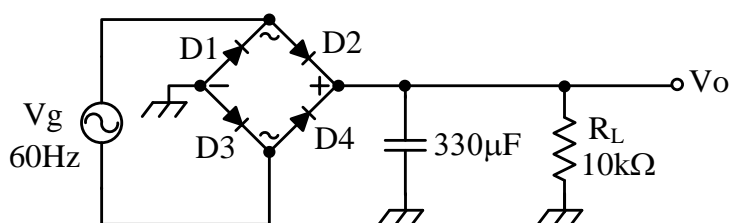

Figura 5. Fuente DC No Regulada con Carga.
1.2.3) En la fuente DC no regulada con carga de la Figura 5 dibujar la forma de onda a la salida. Determinar la tensión DC y la tensión riple o de rizado.
2.2.3) En el circuito de la Figura 5, mida las tensiones respectivas para determinar el valor DC (colocar en modo DC el canal del osciloscopio) y el valor de la tensión riple de la señal. Para medir la tensión riple, lo más conveniente es que use el modo AC del canal y aumente la sensibilidad del mismo con el fin de ver solamente la componente alterna de la señal presente. Anote el valor de la tensión pico, la tensión riple y el valor DC de la señal observada.